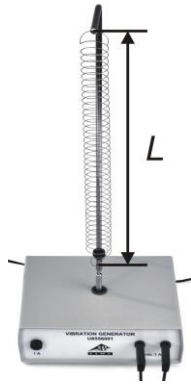

Fig. 4a: La figura mostra la lunghezza (effettiva) L della molla a elica tesa.
- Regolare la lunghezza (effettiva) L della molla a elica (fig. 4a) su ca. 30 cm. Eventualmente regolare la posizione dell'asta di supporto a gomito.
- Misurare e annotare la lunghezza (effettiva) L della molla a elica tesa e della corda tesa (fig. 4a, b).